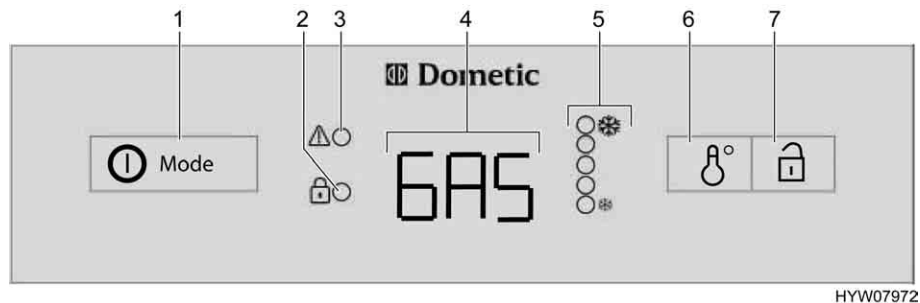

Fig. 190 Elementi di comando per il frigorifero (serie Dometic 8 con AES)
In caso di guasti il relativo indicatore LED "⚠" (Fig. 190,3) lampeggia.
Se è selezionato il funzionamento automatico, l'alimentazione a 230 V **non** è allacciata e il motore del veicolo è **spento**, il sistema AES seleziona il rifornimento di gas. Selezionando il funzionamento a gas, il dispositivo di sicurezza si apre automaticamente, così che il gas possa fluire al bruciatore. Contemporaneamente si inserisce l'accenditore elettronico. Se la fiamma del gas si spegne, p. es. a causa di un colpo di vento, l'accenditore viene subito azionato riaccendendo il gas. In caso di guasti nel funzionamento a gas, nell'indicazione di funzionamento (Fig. 190,4) lampeggia la scritta "GAS".
Dopo l'accensione il frigorifero seleziona automaticamente la regolazione intermedia del termostato. Questa impostazione può essere modificata manualmente con l'interruttore per la regolazione della temperatura (Fig. 190,6). Gli indicatori LED (Fig. 190,5) visualizzano la temperatura selezionata sul termostato. Con l'interruttore viene regolata la temperatura di refrigerazione per tutti i tre tipi di energia. Ci vogliono alcune ore prima che il frigorifero raggiunga la temperatura normale di esercizio. Cambiando la modalità di funzionamento la regolazione del termostato non viene modificata. La temperatura di refrigerazione è indipendente dal tipo di energia utilizzata.
- Premere l'inseritore/selettore di energia (Fig. 190,1) per 2 secondi, per accendere l'apparecchio. L'ultima modalità di funzionamento prescelta viene visualizzata nell'indicazione di funzionamento (Fig. 190,4).
- Con l'inseritore/selettore di energia (Fig. 190,1) selezionare il tipo di energia.
- Regolare la temperatura di refrigerazione sull'interruttore per la regolazione della temperatura (Fig. 190,6). Gli indicatori LED (Fig. 190,5) visualizzano la regolazione del termostato prescelta.
- Premere l'inseritore/selettore di energia (Fig. 190,1) per 2 secondi. Cancellare tutte le indicazioni.